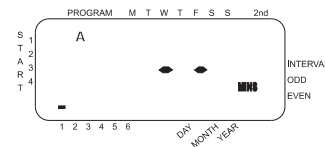

Figure 5: Durée station pour programme A.
- Positionner le commutateur sur Station/Durée dans le programme A ou B. L'affichage indiquera par un "A" ou un "B" le programme sélectionné et les --MINS et le curseur clignotant à la station "1" (voir la Figure 5).